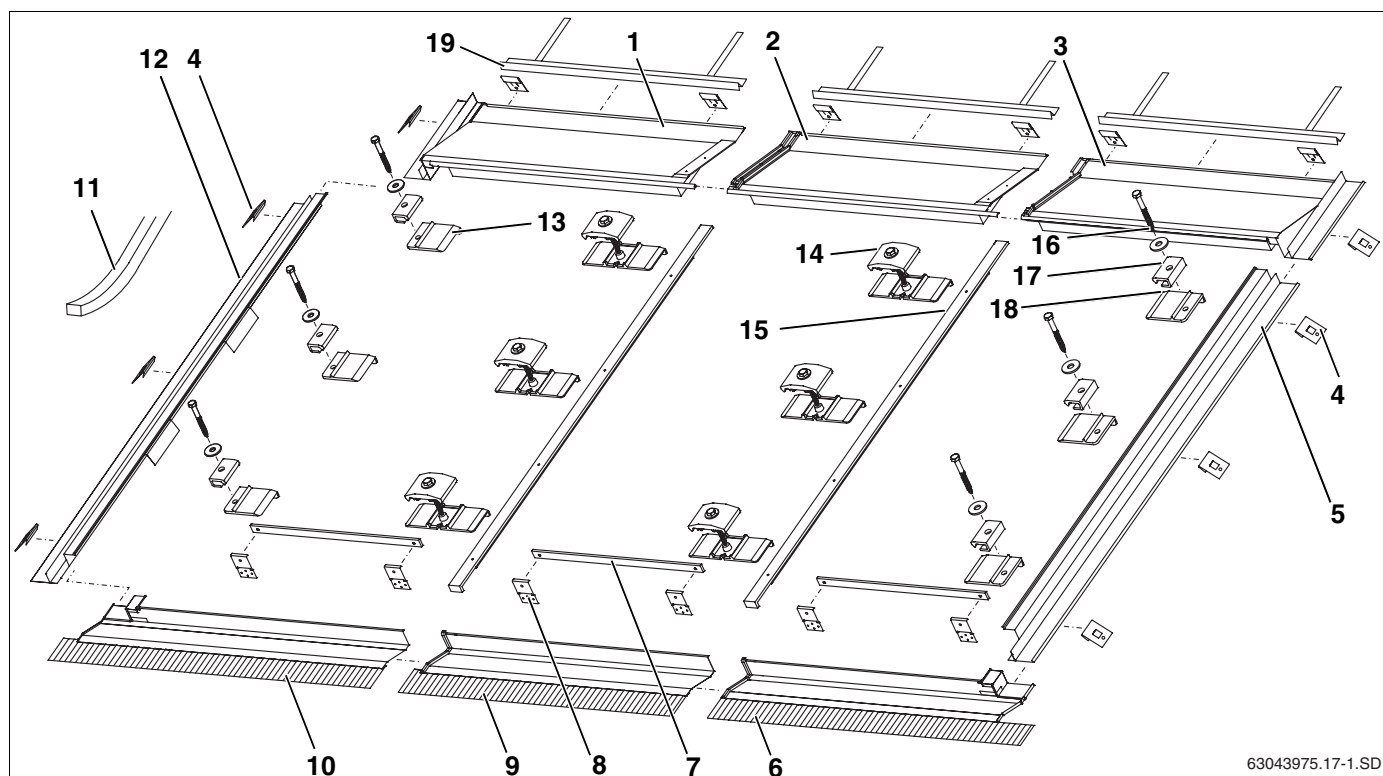

Fig. 2 1 conjunto de montagem básico para os colectores das extremidades e 1 conjunto de ampliação para o colector central (vertical, uma fila)
As chapas de cobertura inferiores (fig. 2, **item 6, 9 e 10**) são para os telhados de ardósia ou de ripas sem avental de chumbo.
**Conjunto de montagem básico para ambos os colectores das extremidades de uma fila de colectores (fig. 2):**
**Conjunto de montagem de ampliação, por cada colector adicional (fig. 2):**